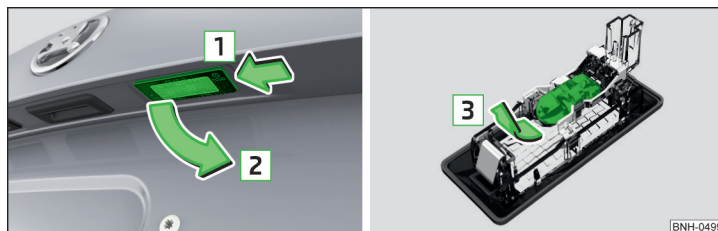

Fig. 196 Demontarea lămpii pentru numărul de înmatriculare / Înlocuirea becului
- Apăsați lampa în sensul săgeții **1** » fig. 196, până când se va desprinde.